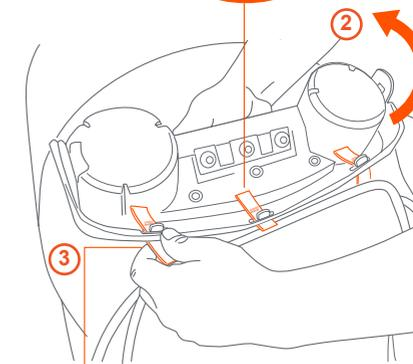

Fig. 6c
(3) Inserte las correas restantes en las ranuras de la bandeja (Fig. 6c).